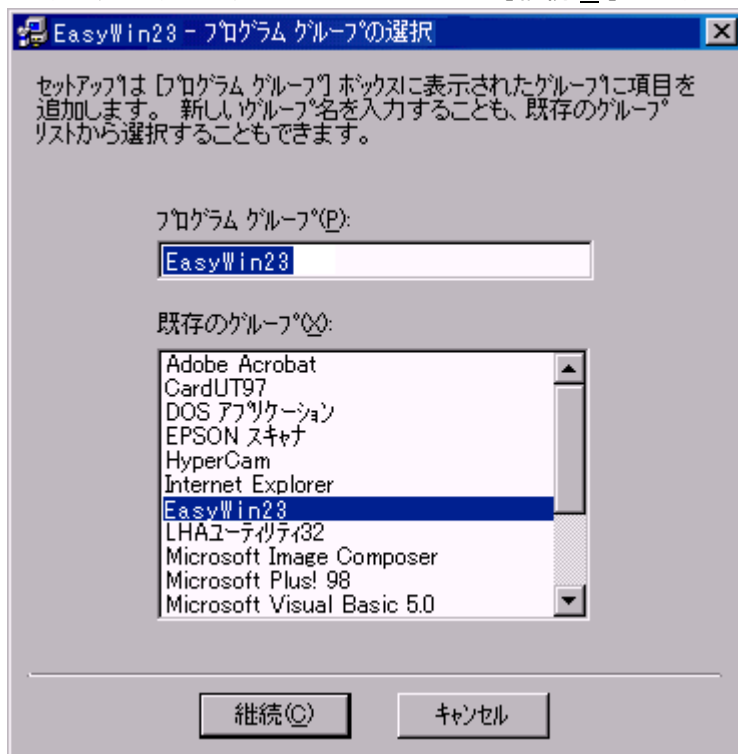

図6
11) 大きなボタンをクリックすると図6が表示されるのでそのまま[継続(C)]をクリックします。